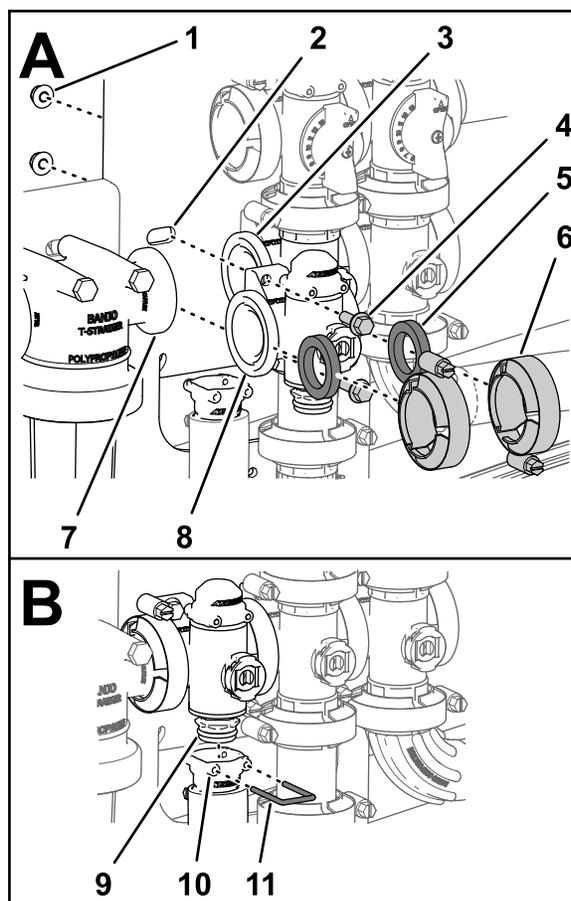

Рисунок 126
1. Установите прокладку между фланцами коллектора клапана управления нормой внесения и головкой фильтра линии нагнетания (Рисунок 126А).
2. Смонтируйте коллектор клапана управления нормой внесения, прокладку и головку фильтра линии нагнетания с помощью фланцевого хомута, затянув его от руки (Рисунок 126А).
3. Установите прокладку между фланцами клапана управления нормой внесения и коллектором клапана перемешивания (Рисунок 126А).
фланцевого хомута, затянув его вручную (Рисунок 126А).
5. Присоедините клапан регулирования расхода к креплению клапана с помощью 2 болтов с фланцевыми головками и 2 фланцевых контргайк (Рисунок 126А), снятых при выполнении действий, описанных в пункте 3 раздела Снятие коллекторного клапана управления нормой внесения \(страница 88\), и затяните гайку и болт с моментом от 10 до 12 Н·м.
6. Установите выпускной штуцер на штуцер муфты в нижней части коллектора клапана управления нормой внесения (Рисунок 126В).
7. Прикрепите выпускной штуцер к штуцеру муфты, вставив держатель в гнездо выпускного штуцера (Рисунок 126В).